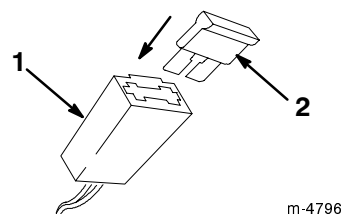

Figure 7
2. Placez le fusible dans le porte-fusible comme indiqué dans la Figure 7.